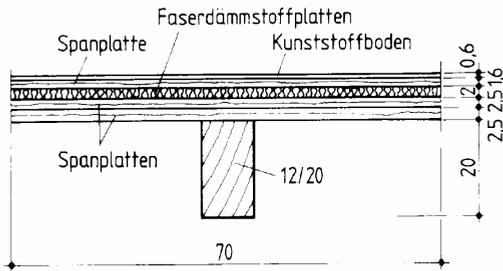

Bild 3.74 Holzbalkendecke
8. Welche Last in  $\text{kN/m}$  hat ein Balken auf 1 m Länge der Decke in Bild 3-74 mit vollständig freiliegenden Holzbalken aufzunehmen, wenn zu der Eigenlast noch eine Verkehrslast von  $1,4 \text{ kN/m}^2$  hinzukommt?